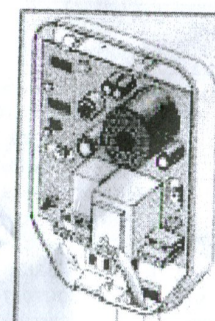

Рисунок 5
4) При использовании открытой электропроводки завести кабель в сигнализатор через отверстие снизу, применяя для прокладки кабелей короба или трубы ПВХ (рисунок 5).